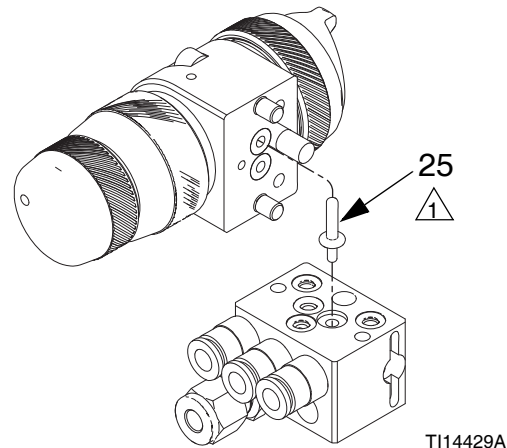

FIG. 1: Pistolas con colector
Vea la FIG. 1. La pistola viene con un tapón de fluido (25). Para utilizar la pistola en un sistema circulatorio, no ponga el tapón. En un sistema que no sea circulatorio, ponga el tapón como se muestra para minimizar el tiempo de lavado.